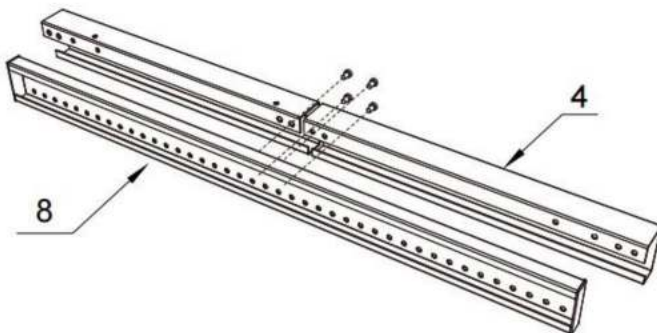

Figure 3
4. Przymocuj 4 śrubami M5*10 z łbem krzyżowym () do otworów we wspornikach narożnych i sekcjach środkowych. (Rysunek 3)